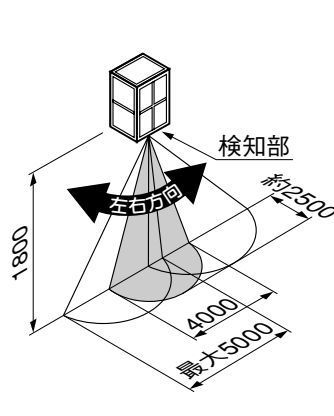

図1-3 左右検知範囲の目安
- ① 壁スイッチをOFFにしてください。
- ② フランジカバーを取外してください。
- ③ 点灯保持時間を「5秒」、明るさセンサを「明るめ」、お出迎え時間を「切」、フラッシュ開始時間を「すぐ」にして調整ツマミを設定してください。
- ④ 検知部を動かして、検知範囲を設定してください。(図1-2、図1-3参照)
- ⑤ 壁スイッチをONにして検知範囲の外へ出て待ち、約40秒後に消灯することを確認してください。